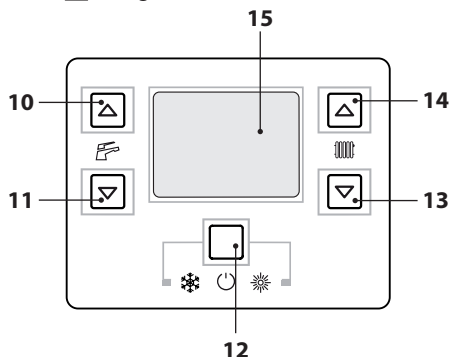

Figura 2.5
- Mantenga pulsado durante 2 segundos el botón 12 hasta que aparezca en el display el símbolo  (Figura 2.5).
botones 13 (reducción) y 14 (aumento) (Figura 2.5) desde un mínimo de 38°C aproximadamente hasta un máximo de aproximadamente 85°C. La primera vez que se pulsa uno de los dos botones se muestra el valor de "consigna", la segunda vez se puede modificar.
De todas formas, si la temperatura ambiente no resultase confortable, se puede aumentar o reducir la temperatura de impulsión de la instalación de calefacción en  $\pm 15^{\circ}\text{C}$  usando los botones 13 (reducción) y 14 (aumento) (Figura 2.5).
La temperatura del agua caliente sanitaria puede regularse mediante los botones 10 (aumento) y 11 (reducción) (Figura 2.5) desde un mínimo de  $35^{\circ}\text{C}$  aproximadamente hasta un máximo de aproximadamente  $60^{\circ}\text{C}$ . La primera vez que se pulsa uno de los dos botones se muestra el valor de "consigna", la segunda vez se puede modificar. Indicación dada por el display LCD: